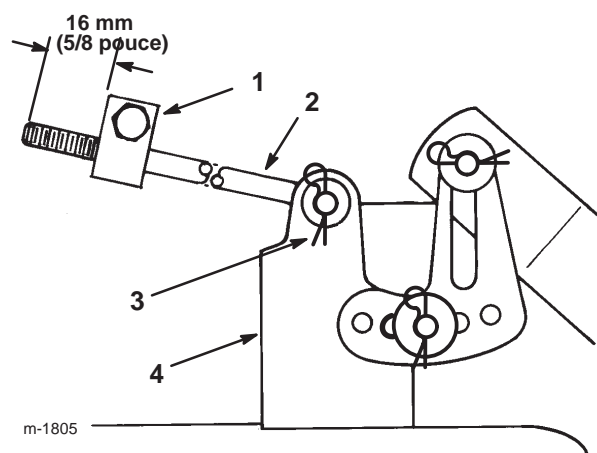

Figure 13
4. Mesurez la longueur de tige qui dépasse de l'avant du bloc de réglage sur les côtés du châssis (Fig. 13).
**Remarque :** Si la longueur n'est pas égale à 16 mm (5/8 pouce), retirez la goupille fendue et la rondelle de l'extrémité de la tige (Fig. 13), puis vissez ou dévissez la tige jusqu'à obtention de la longueur requise.